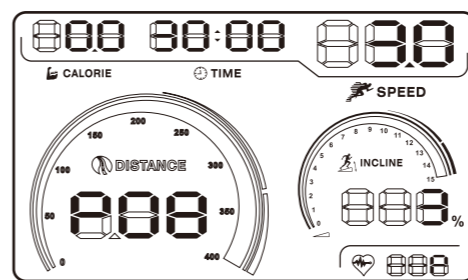

图38
2. 连续按下面板上Training Prog键 ，直至屏幕上出现P08字样，时间窗口闪烁，默认时间为30分钟，您可以通过SPEED（速度）的+（增加）/-（减少）键调整时间。（图38所示）。